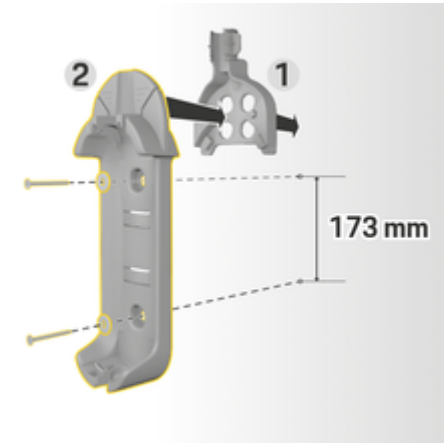

Fig. 103: Bormål
3. Trykk veggholderen (grunnversjon) 2 (Fig. 103) forfra inn i kabelføringen 1 (Fig. 103).